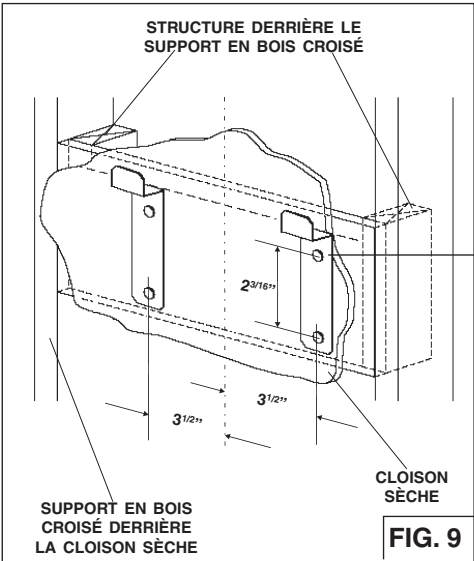

FIG. 9
- 1. Construisez une structure murale en bois à niveau avec la surface intérieure des poteaux de cloison (Fig.9).